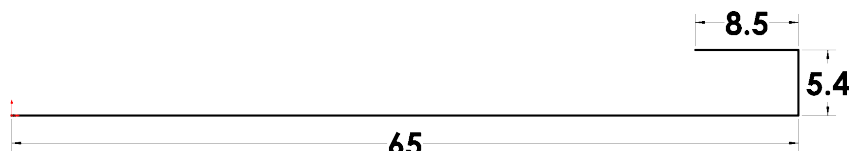

Fig. 3
Step 6. Add dimensions **Fig. 3**.